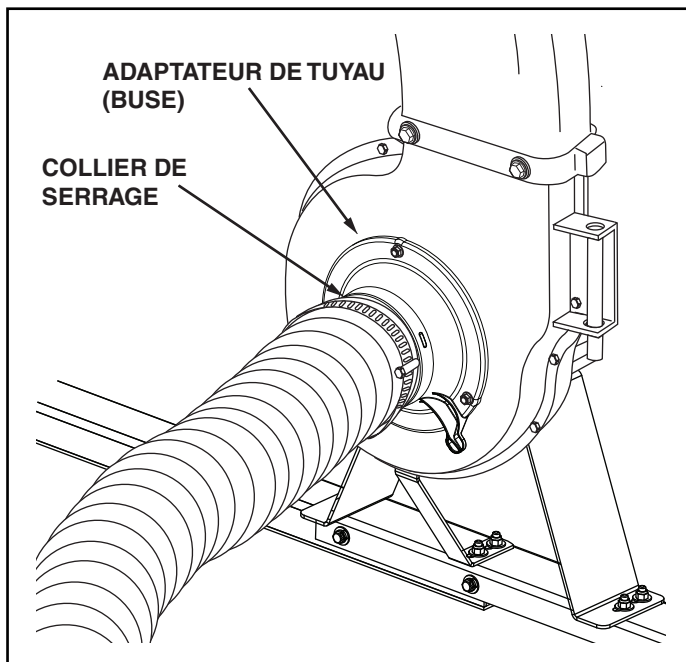

FIGURE 10
14. Placez un collier de serrage sur l'extrémité du tuyau. Poussez le tuyau sur l'adaptateur de tuyau (buse). Serrez le collier de serrage sur le tuyau et l'adaptateur de tuyau. **N'effondrez pas l'adaptateur de tuyau lorsque vous serrez le collier.** Voir la figure 10.